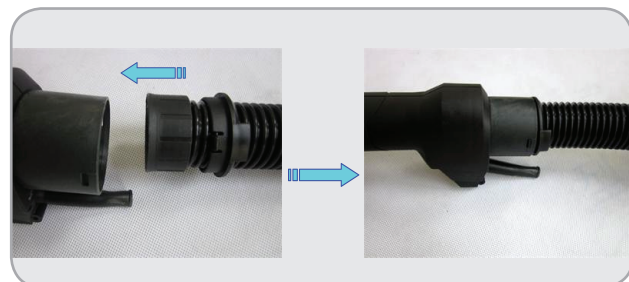

Fig.5
- Conectați furtunul de aspirație la sacul de praf după care fixați-l de șlefuitor prin clipsare. (Fig.5)